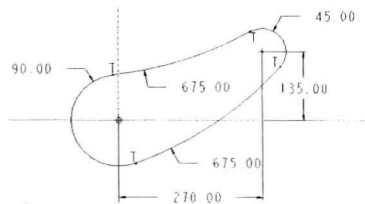

图1-26
4. 再次修改 *sd23* 尺寸，将“30”改成“45”，结果如图 1-26 所示。